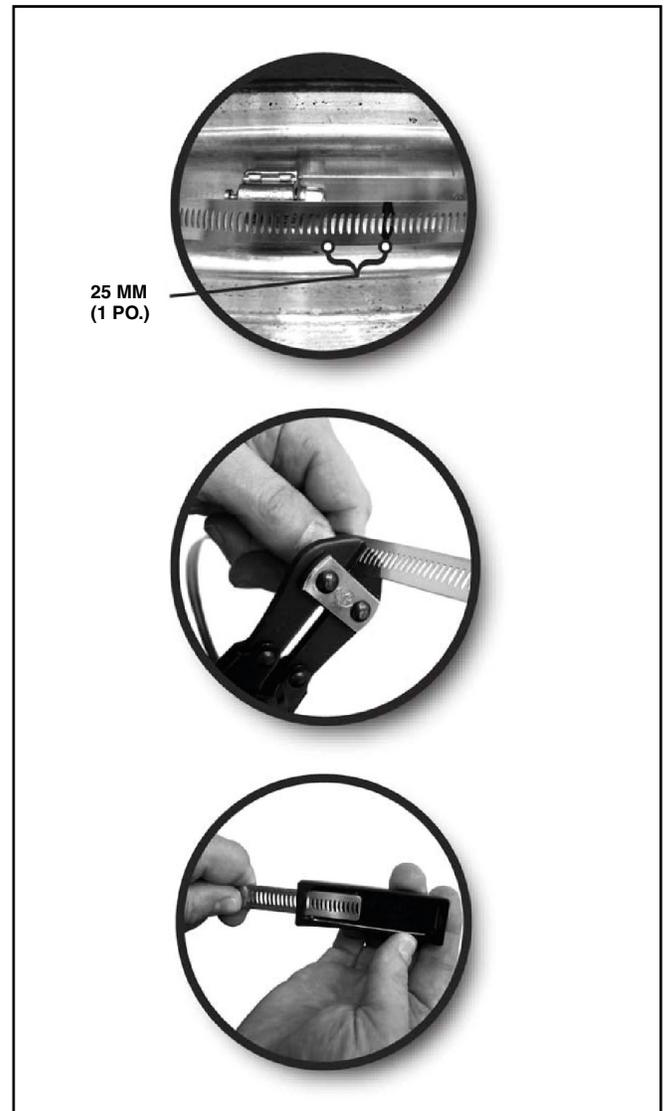

Figure C5 - Installation du capteur sur la sangle
3. Jeter l'excédant. Sinon, l'excédant peut se rompre et endommager le pneu. Voir Figure C5.